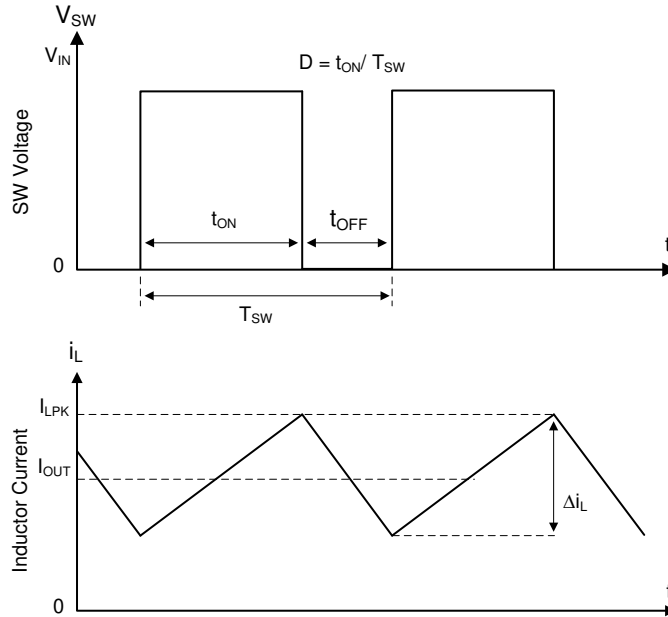

图 9-1. 连续导通模式 (CCM) 下的 SW 节点和电感器电流波形
TPS6293x 的以下运行说明涉及功能方框图和图 9-1 中的波形。TPS6293x 是一款同步降压转换器，具有集成式高侧 (HS) 和低侧 (LS) MOSFET (同步整流器)。TPS6293x 通过使用受控的占空比打开高侧和低侧 NMOS 开关来提供稳定的输出电压。高侧开关导通期间，SW 引脚电压上升至约 V_{IN} ，电感器电流 i_L 以线性斜率 $(V_{IN} - V_{OUT})/L$ 增加。当高侧开关被控制逻辑断开时，低侧开关在经过反击穿死区时间后将会导通。电感电流通过低侧开关以斜率 V_{OUT}/L 放电。降压转换器的控制参数为占空比 $D = t_{ON}/t_{SW}$ ，其中 t_{ON} 是高侧开关导通时间， t_{SW} 是开关周期。转换器控制环路通过调整占空比 D 来维持恒定的输出电压。在可忽略损耗的理想降压转换器中， D 与输出电压成正比，与输入电压成反比： $D = V_{OUT}/V_{IN}$ 。